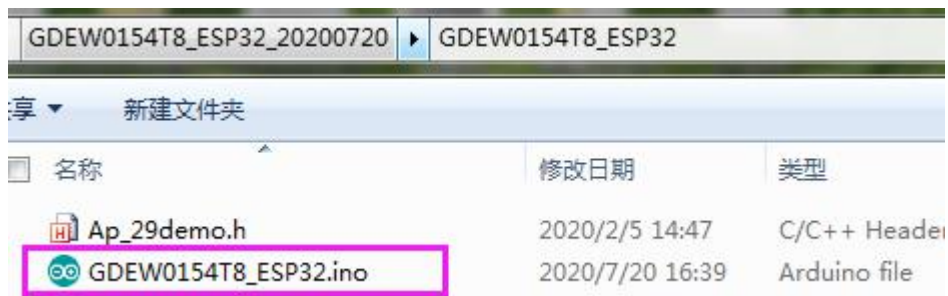

图 9 打开 Arduino.ino 工程文件
- 3、用 Arduino 1.8.6 打开图 9 所示驱动程序文件夹中的 Arduino.ino 工程文件。